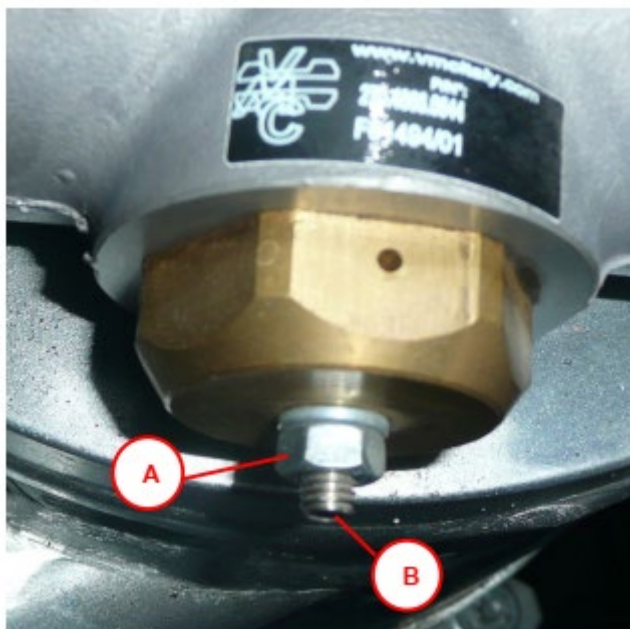

Figura 10.3-1 Reglarea presiunii minime a circuitului pneumatic
5. Desfilează, cu cheia de 10 mm, piulița (Litera A Figura 10.3-1)
6. Dacă doriți să măriți presiunea maximă, trebuie să strângeți șurubul imbus (Figura 10.3-1 Litera B) cu cheia imbus de 3 mm;
7. Dacă doriți să reduceți regimul minim, slăbiți șurubul imbus (Figura 10.3-1 Litera B) cu cheia imbus de 3 mm;
8. După ajustarea șurubului, cu cheia de 10 mm, strângeți piulița (Litera A Figura 10.3-1) și închideți robinetii;